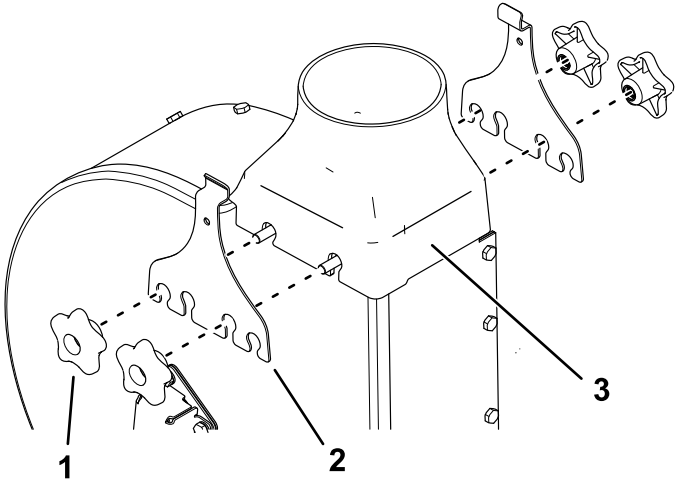

Figure 3
3. Déposez les 4 boutons, les 2 pattes de maintien du ventilateur et la partie intermédiaire du ventilateur (Figure 3).